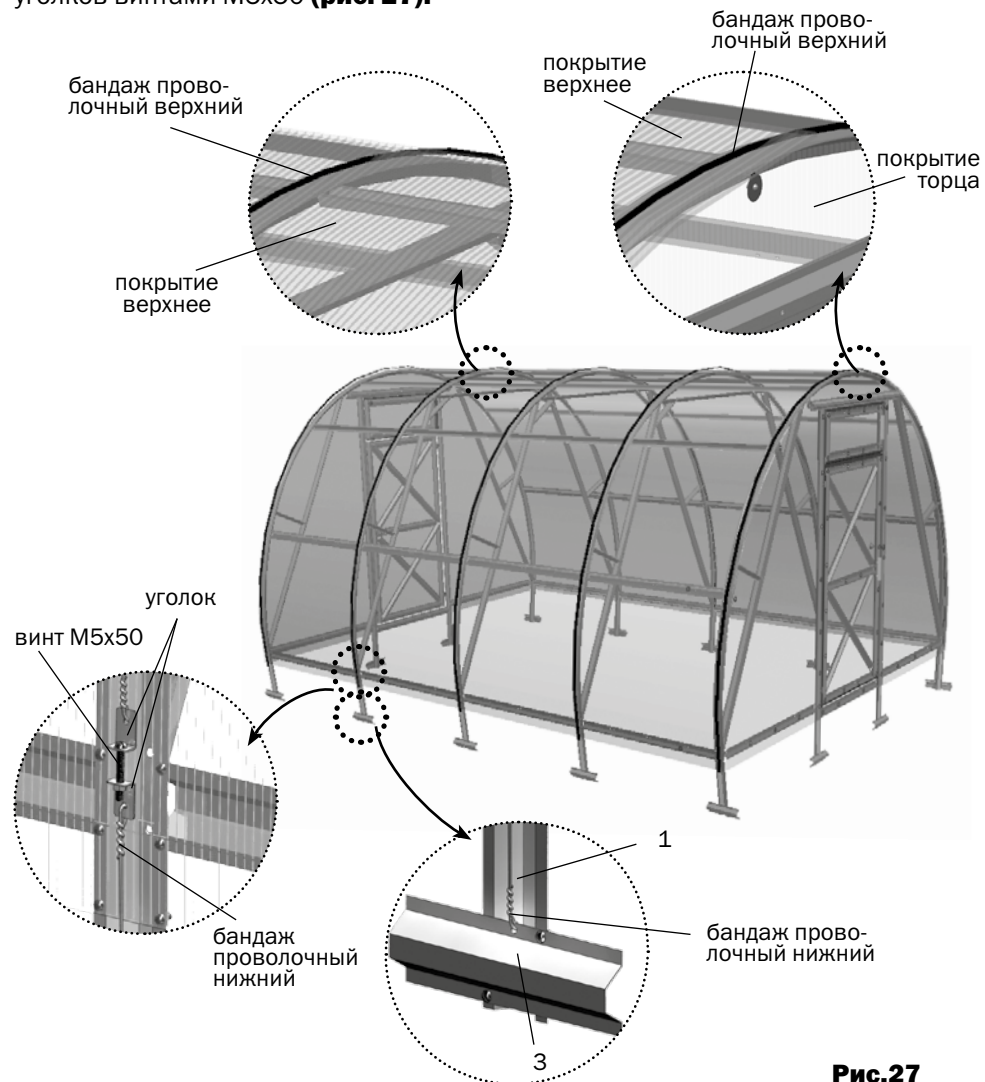

Рис.27
**10.** Листы поликарбоната заводятся на каркас теплицы и устанавливаются равными выступами за кромки дуг. Если боковые кромки поликарбоната существенно не параллельны кромкам дуг каркаса, то это означает каркас не выровнен перед затягиванием винтов и к этой операции следует вернуться. Последующие листы поликарбоната заводятся и устанавливаются с нахлестом на предыдущий лист. Проволочный верхний бандаж (6 м) устанавливается по дуге каркаса, начиная с середины каждого листа и стягивается с нижним бандажем с помощью уголков винтами М5х50 (**рис. 27**).